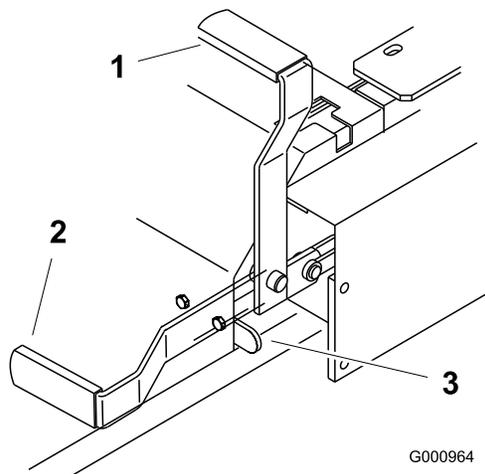

Figure 13
2. Tirez le frein de stationnement vers le haut et l'arrière pour le serrer (Figure 13). Une fois serré, le frein de stationnement ne doit plus bouger.
Poussez le levier du frein de stationnement vers l'avant et vers le bas (Figure 13) pour le desserrer. Le frein de stationnement est desserré et le levier est en appui contre la butée du frein.